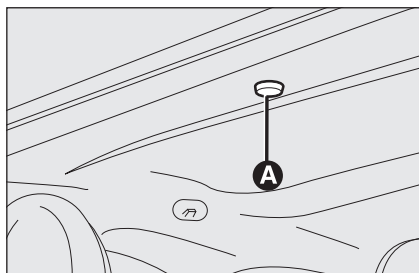

fig. 42
- ☐ enlever le bouchon de protection **A**-fig. 42 logé sur le revêtement intérieur, à l'arrière du store pare-soleil;